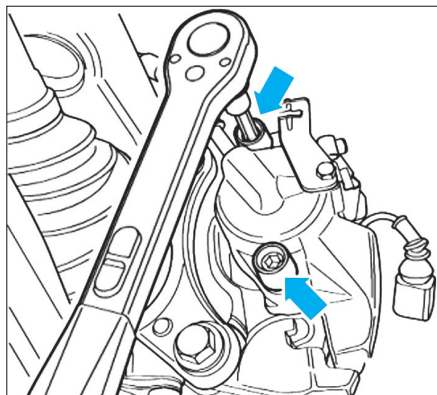

Fig. 9
- Dévisser les deux vis de colonnettes (flèches) de l'étrier de frein et les déposer (Fig.9).